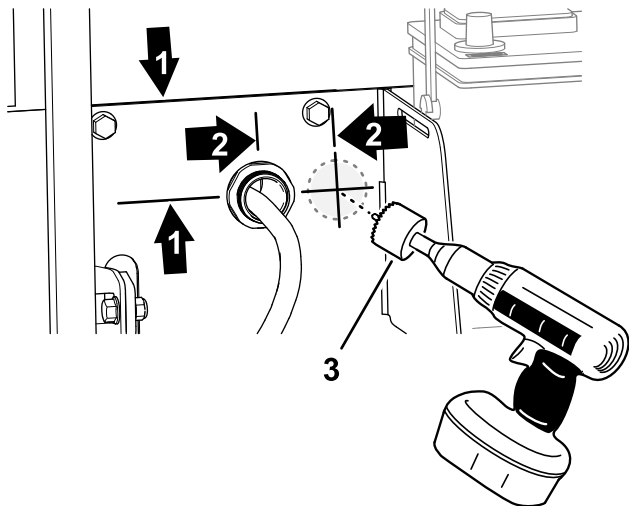

Рисунок 9
1. На левой стороне поддона аккумулятора машины отмерьте 51 мм от осевой линии отверстия для кабеля аккумулятора и сделайте отметку на кронштейне радиатора (Рисунок 9).
2. Отмерьте 64 мм от верха кронштейна радиатора и сделайте отметку на кронштейне (Рисунок 9).
5. Просверлите отверстие диаметром 38 мм в кронштейне в месте контрольного отверстия (Рисунок 9).